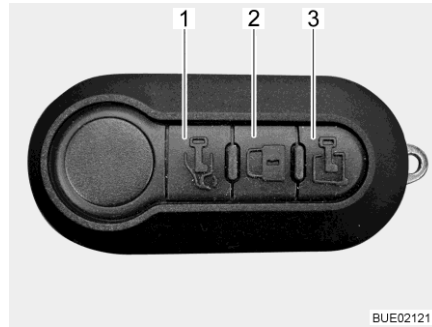

Bild 53 Multifunktionale Fernbedienung (3 Tasten)
- Taste  (Bild 53,1) einmal kurz drücken. Die Fahrertür ist entriegelt.
- Taste  (Bild 53,3) einmal kurz drücken. Die Eingangstür ist entriegelt.
- Taste  (Bild 53,2) einmal kurz drücken. Alle Türen sind verriegelt.